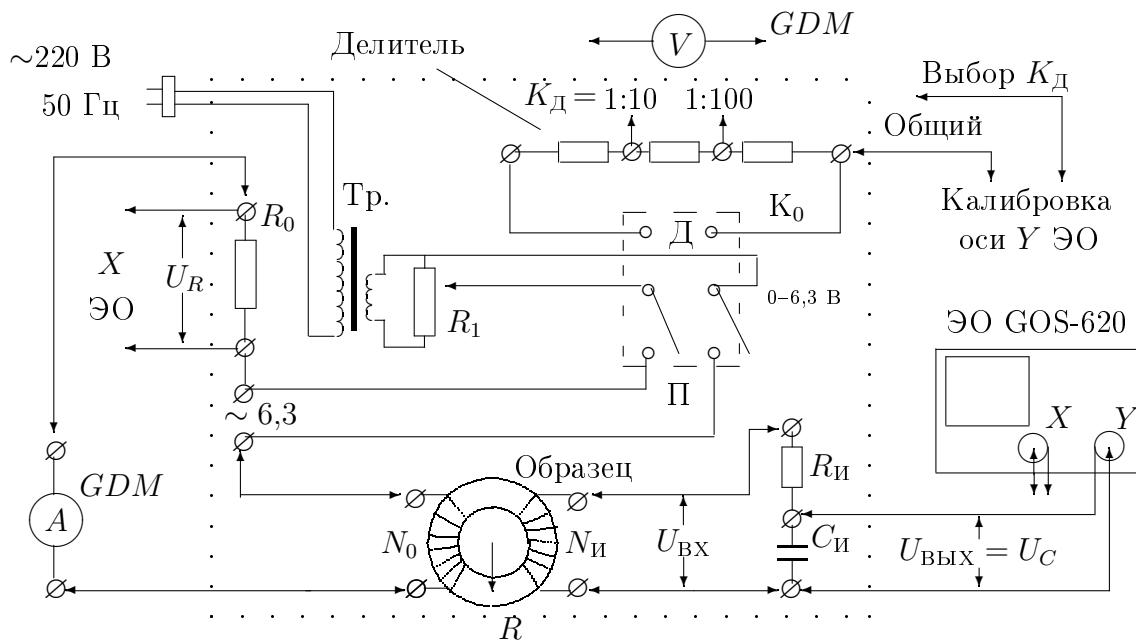

Рис. 2. А. Схема установки для исследования намагничивания образцов
**Экспериментальная установка.** Схема установки приведена на рис. 2А. Напряжение сети (220 В, 50 Гц) через разделительный понижающий трансформатор Тр подаётся на реостат  $R_1$ , включённый как потенциометр. Регулируемое напряжение  $\sim 6,3$  В подведено к средним точкам переключателя  $K_0$ : в положении «П» (петля) напряжение подводится к клеммам «6,3» на панели установки, в положении «Д» (делитель) — к клеммам делителя напряжения.
1. Соберите схему согласно рис. 2А (соединительные провода показаны на рисунке стрелками). Подготовьте приборы к работе: